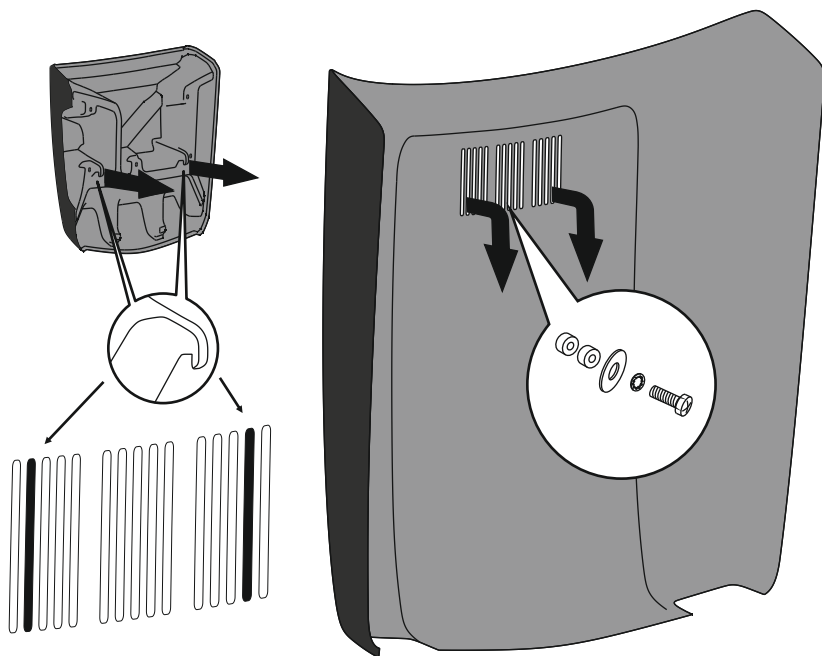

рис.1
- 1.2 На внутренней стороне накладки имеются два зацепа, которые необходимо завести в вентиляционные отверстия на капоте как показано на рис.1